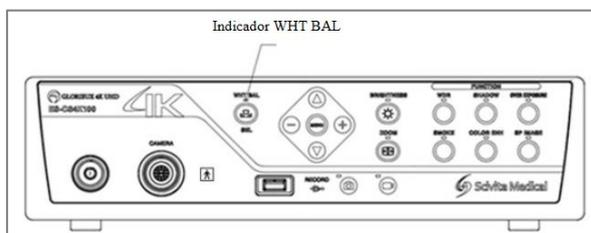

Figura 9. Localização do botão WHT BAL das unidades de controle da câmera. a) Modelos: ES-CS4K100/100C e ES-CS4K200/100C.
2. Pressione o botão WHT BAL (**Figura 9**) no painel frontal e o indicador se acenderá; o indicador se apagará após 3 segundos e a correção do balanço de branco estará concluída.